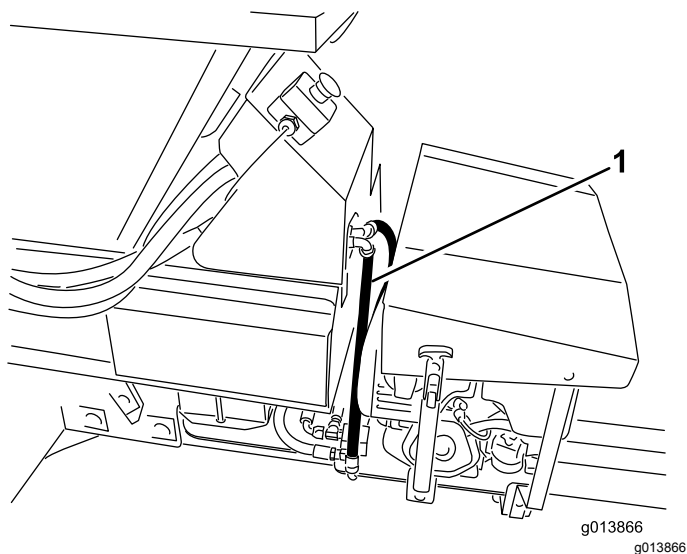

Figura 17
42. Ligue os tubos hidráulicos ao painel de controlo hidráulico. Consulte **Figura 14** e **Figura 16** sobre as versões SH e e sobre as versões EH. **Figura 15** **Figura 17**